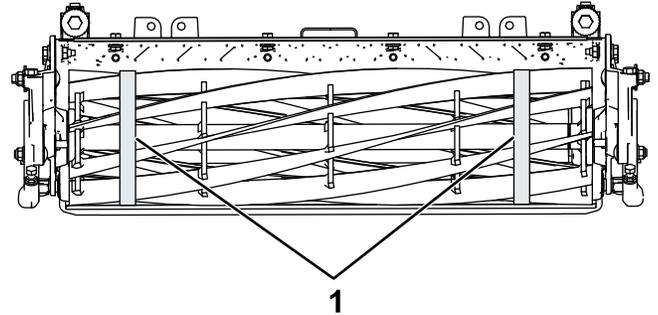

Figura 28
3. Con una cinta de medición de diámetro, mida el diámetro exterior del molinete en ambos extremos (Figura 28); la diferencia en el diámetro exterior entre los extremos debe ser inferior a 0,250 mm. Si la diferencia es superior, amole para corregir la diferencia.